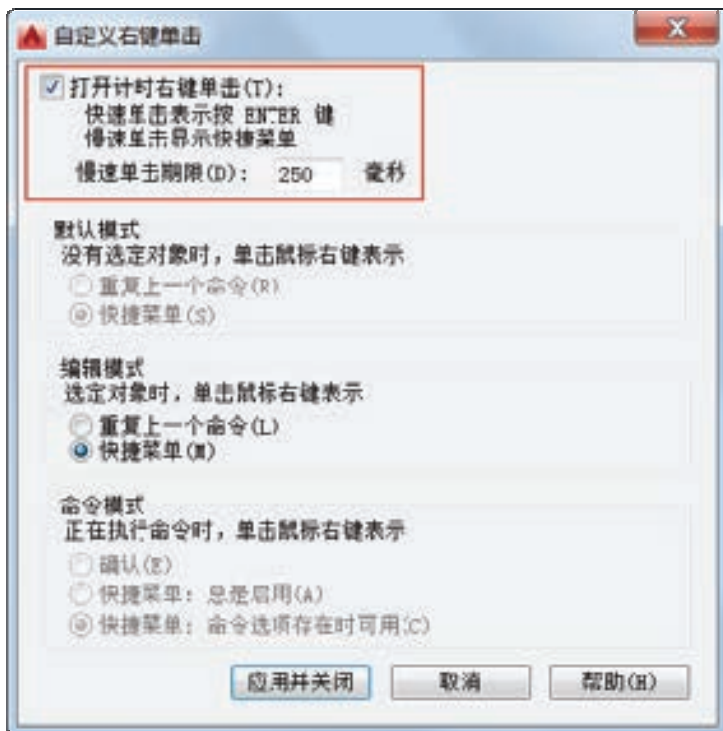

图 1-19 “自定义右键单击”对话框
4) 在“自定义右键单击”对话框中勾选“打开计时右键单击”复选框，接着设置“慢速单击期限”文本框，如图 1-19 所示。